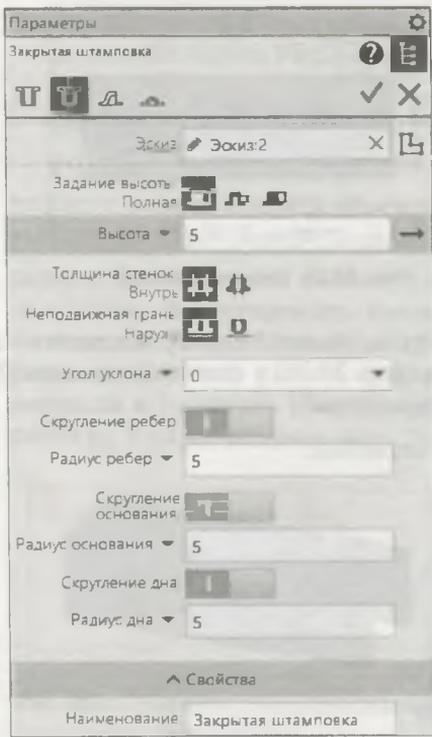
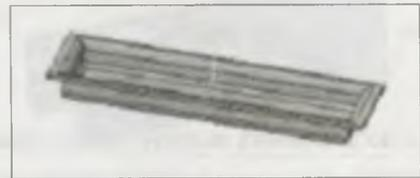

Рис. 29.36. Панель Параметры:
Рис. 29.37. Фантом закрытой штамповки (а);
- ◆ на панели инструментов **Элементы листового тела** нажмите кнопку **Закрытая штамповка** — система перешла в режим создания закрытой штамповки. На экране появились панель **Параметры: Закрытая штамповка** (рис. 29.36) и фантом закрытой штамповки (рис. 29.37). Элементы настройки на панели точно такие же, как и при операции **Открытая штамповка**, только в группе **Задание** высоты появилась кнопка **Полная**. Задайте любые параметры или оставьте параметры по умолчанию;
- ◆ нажмите кнопку **Создать объект**. У вас должно получиться как на рис. 29.37, б, а в **Дереве** модели появился элемент **Закрытая штамповка** со своей пиктограммой. Данную модель сохраните под именем **Закрытая штамповка**.